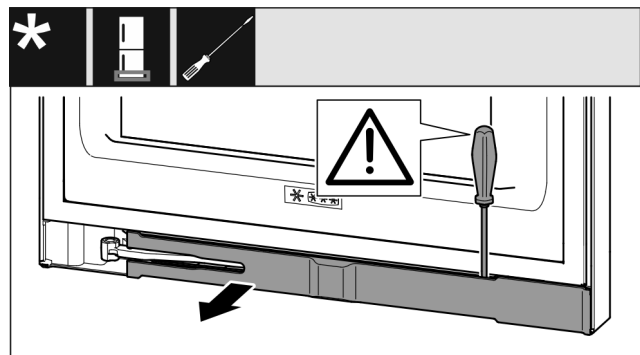

Fig. 13
- Disinnestare il pannello con un cacciavite per viti a intaglio e inclinarlo di lato *Fig. 13 ()*.